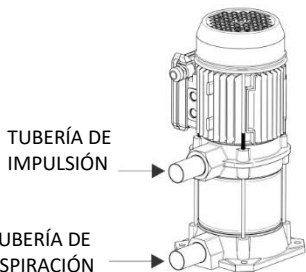

Fig.1
- La tubería de aspiración (Fig. 1) debe poseer un diámetro igual o inferior al de laboca de entrada de la bomba permanentemente una pendiente ascendente mínima del 2% para que contribuya a efectuar una purga correcta.
- Procure que la tubería de impulsión (Fig. 1) posea un diámetro igual o superior al de la boca de impulsión